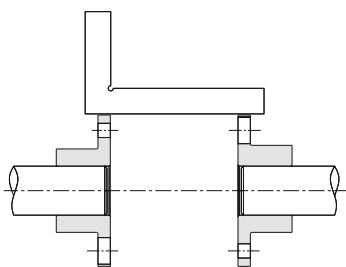

Рисунок 1
1) Выставить валы в радиальном и осевом настолько точно, насколько возможно для того, чтобы получить максимальное поглощение возможных смещений и максимальный ресурс муфты (рисунок 1 и 2)